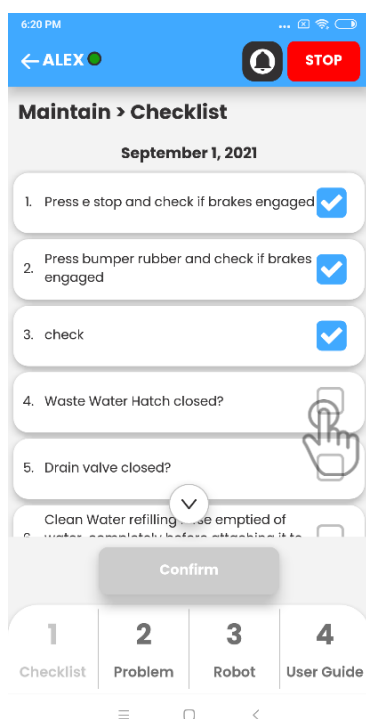
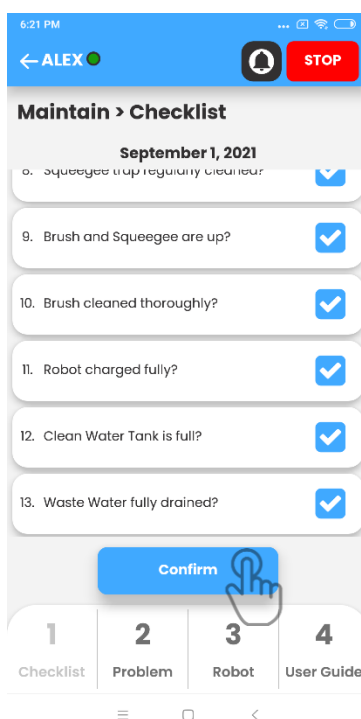

Fig. 1
Fig. 2
1. La Fig. 1 montre la liste de contrôle des opérations de maintenance recommandées après le nettoyage avec le RCSRUB R3. Vérifiez ces opérations au fur et à mesure qu'elles sont effectuées et confirmez leur achèvement (Fig. 2 & 3).